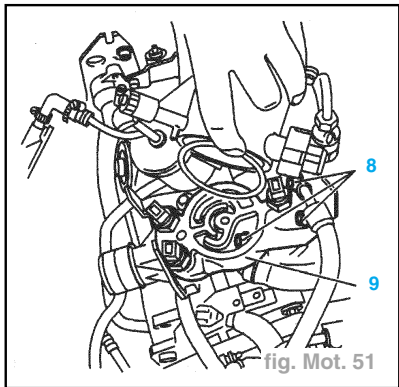

fig. Mot. 51
- l'anneau de levage (6).
- le filtre à gazole (5).
- la vis (7).
- Déposer les vis (8) (fig. Mot. 51).